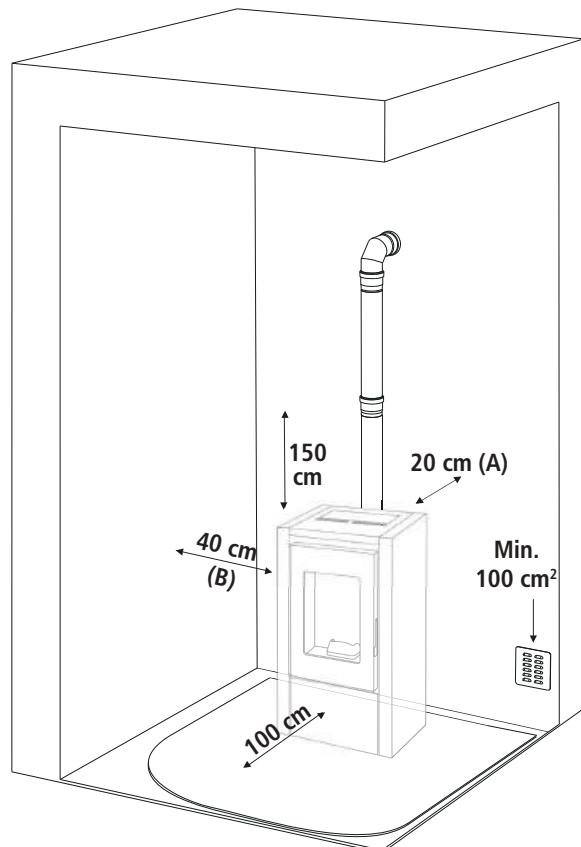

AFBEELDING 1b
**Het is verplicht om voor een gepaste externe luchtinlaat te zorgen, die de verbrandingslucht toevoert, vereist voor een goede werking van het product.** De luchttoevoer tussen de buiten- en installatieruimte kan direct plaatsvinden, middels een opening op een buitenmuur van de kamer (**voorkeursoplossing, zie afbeelding 1a**); of indirect, middels de luchtaanzuiging van aangrenzende ruimten die zijn uitgerust met luchtinlaat en permanent communiceren met de installatieruimte (**zie afbeelding 1b**). Slaapkamers, badkamers, garages, gemeenschappelijke ruimtes van het gebouw en kamers waar brandgevaar heert, zijn uit de aangrenzende ruimtes uitgesloten. Houd rekening met de aanwezigheid van deuren en ramen, die een juiste luchtstroom naar de kachel kunnen belemmeren. Ze moeten zich op 1,5 meter van de eventuele rookafvoer bevinden. De totale netto minimumoppervlakte van de luchtinlaat moet 100 cm2 zijn.